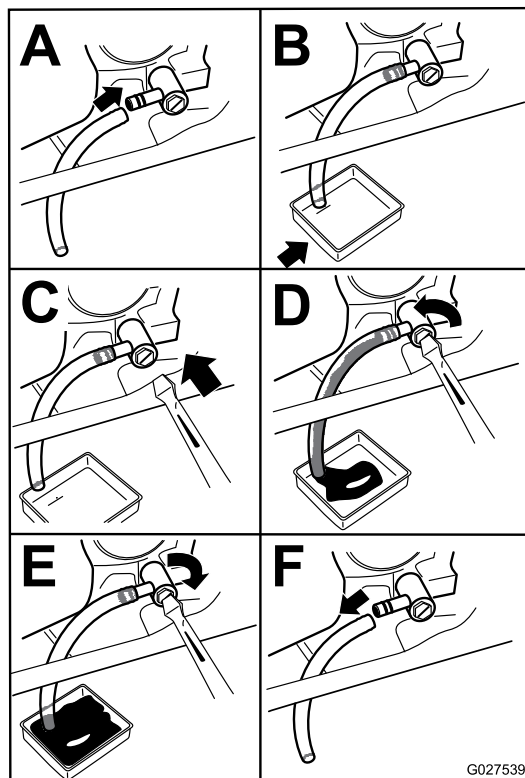

Figure 46
3. Avant de quitter la position d'utilisation, coupez le moteur, enlevez la clé de contact et attendez l'arrêt de toutes les pièces mobiles (Figure 46).